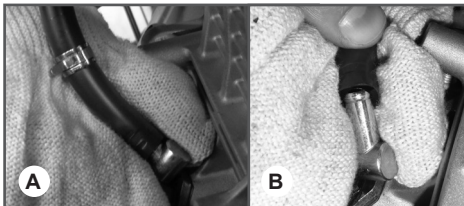

Рис. 10 Снятие топливного шланга
3. Подложите под топливный шланг кусок ветоши (Рис. 10А). После этого частично снимите топливный шланг с входного штуцера топливного насоса и оставьте небольшое отверстие для выхода воздуха из топливного шланга (Рис. 10В).
- Опустите рычаг декомпрессора вниз, рычаг должен зафиксироваться в нижнем положении (он автоматически вернется в исходное положение после запуска, или когда вы снова потянете ручку стартера). Рычаг декомпрессора расположен на крышке клапанов двигателя (Рис.10).